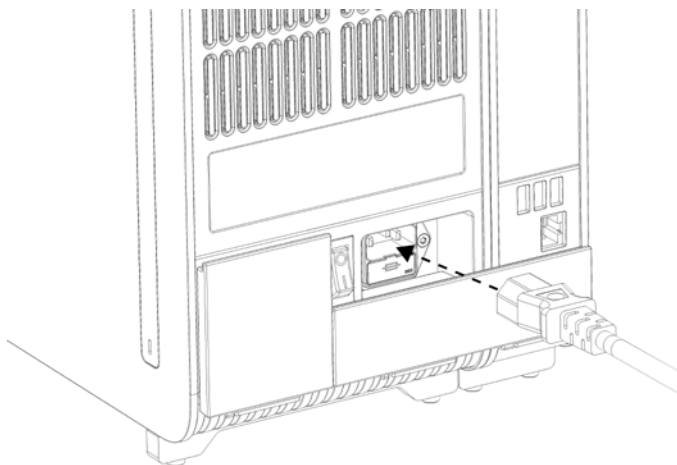

Рис. 10. Підключення шнура живлення.
7. Підключіть шнур живлення, що постачався в комплекті з аналізатором КВІАстат-ДКс (QIAstat-Dx) 1.0, до роз'єму на задній панелі аналітичного модуля (рис. 10).